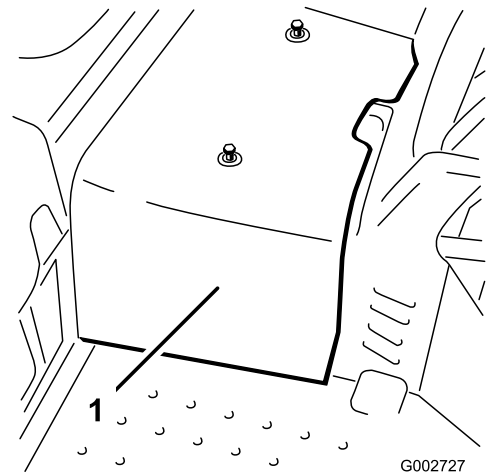

Figura 35
2. Afloje los 2 tornillos que fijan la cubierta central a la máquina y retire la cubierta (Figura 35).